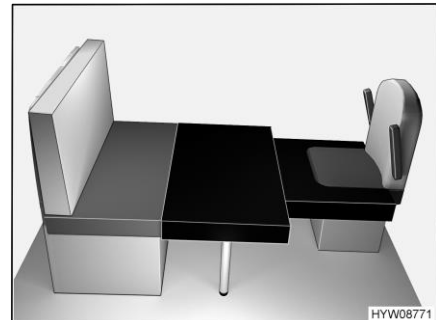

Fig. 77 Dopo la trasformazione
- Posizionare il cuscino aggiuntivo rettangolare davanti al cuscino del sedile del divano, sul tavolo, come illustrato nella Fig. 77.